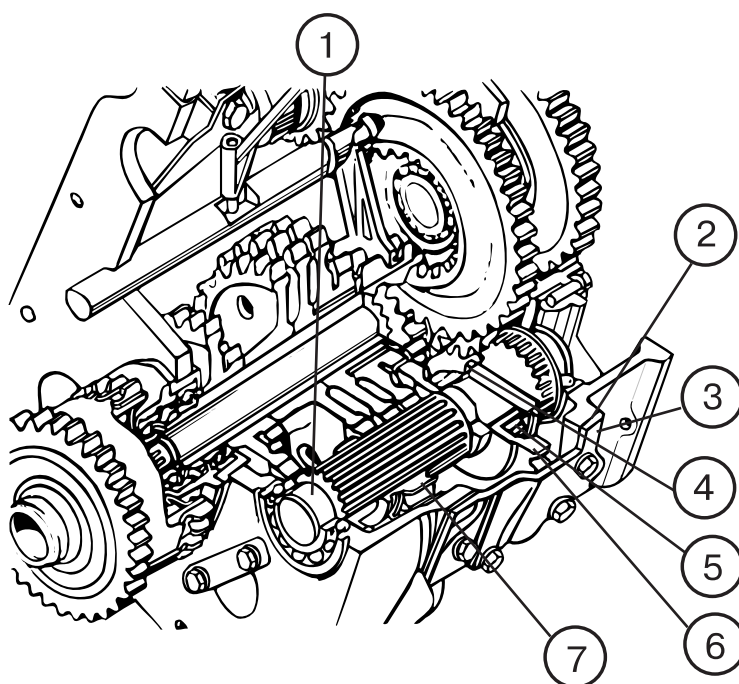

Рис. 32. Место установки ходоуменьшителя на КП:
4. Освободите шестерню 5 (рис. 32), переместив пружинное кольцо 4 назад до упора в бурт вала 1.